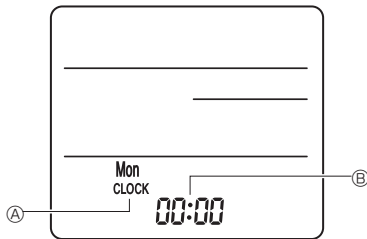

Fig. 6-8
3) Ρύθμιση (Ρύθμιση ρολογιού) (Fig. 6-8)